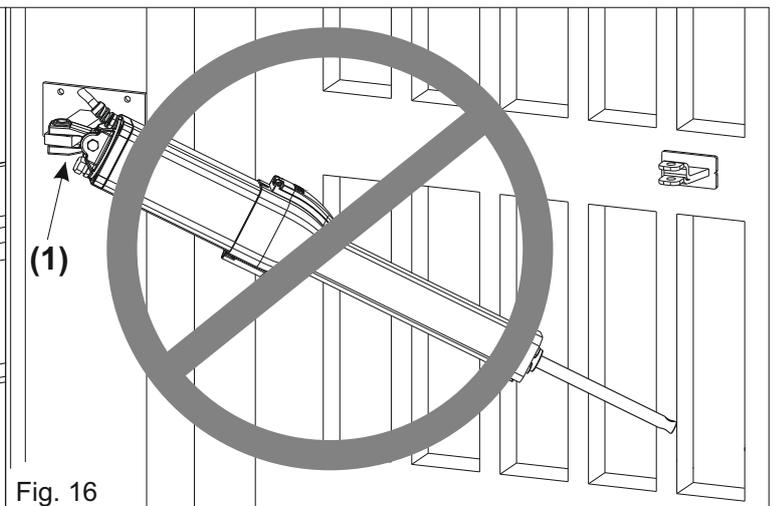

Fig. 16
! No incline el operador más allá del ángulo permitido por la horquilla oscilante (1), de lo contrario podría romperse (Fig.16)